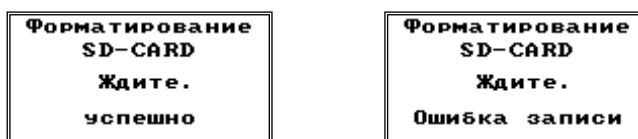

Рисунок 120
7.9.18 При успешном окончании процесса форматирования кратковременно отображается информационное сообщение, после чего пульт ДУ переходит к отображению меню регистрации (рисунок 120). При возникновении ошибок в процессе также выводится соответствующее сообщение. Для возврата в меню верхнего уровня используйте кнопку .